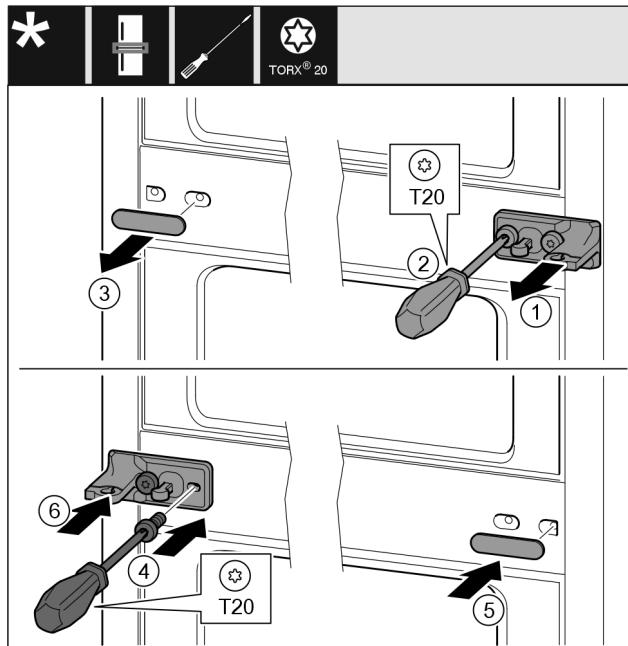

Fig. 12
- Trekk av skiven Fig. 12 (1).
- Skru ut skruene Fig. 12 (2) med en skrutrekker.
- Trekk dekselet Fig. 12 (3) forsiktig av.
- Skru fast lagerblokken med folie Fig. 12 (4) dreid 180° på den andre siden.
- Monter dekselet Fig. 12 (5) dreid 180° på den andre siden.
- Skyv på skiven Fig. 12 (6) forfra.